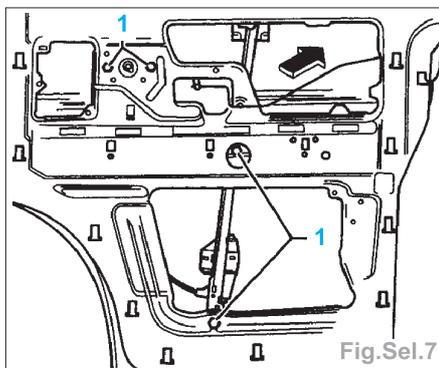

Fig.Sel.7
- Déposer les vis (1) (Fig.Sel.7).